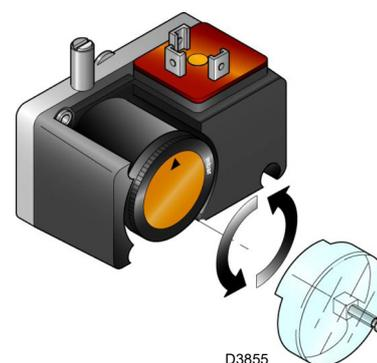

Fig. 35
- Regolare il pressostato per il controllo di tenuta (Kit PVP)(Fig. 35 a pag. 33), se presente, secondo le istruzioni a corredo del kit stesso.
Regolare il pressostato per il controllo di tenuta (kit PVP)(Fig. 35) secondo le istruzioni a corredo del kit stesso.